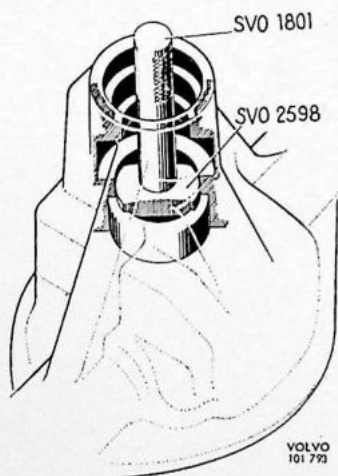

Fig. 4-97. Demontage van de achterste pignoncup
9. Drijf, indien nodig de achterste cup eruit, zie Fig. 4-97. Gebruik standaard handel SVO 1801 en stempel SVO 2598.